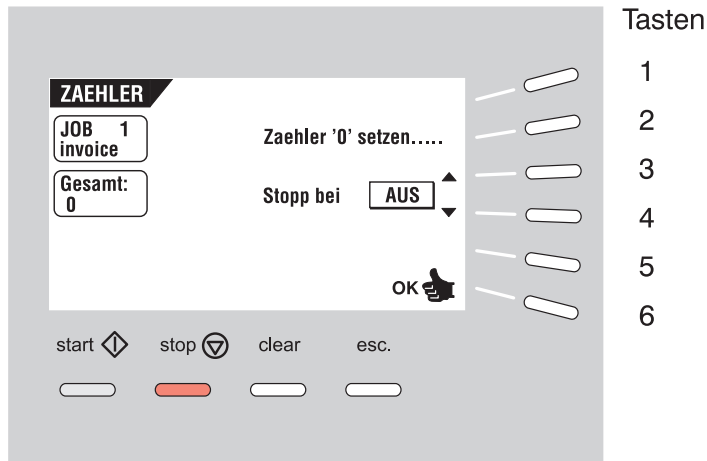

Abb. 25
Bei Betätigung der Taste 4 im HAUPTMENUE (1) erscheint im Display das Menü ZAEHLER (Abb. 25) mit folgenden Funktionen:
- Speichern der Zählereinstellungen mit OK (Taste 6) und dadurch Rückkehr zum HAUPTMENUE (1).